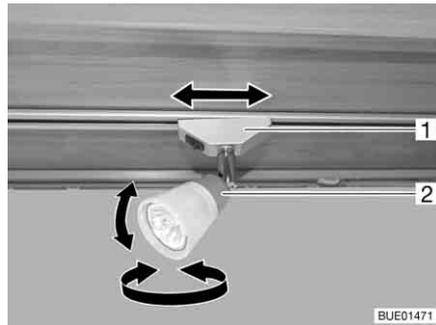
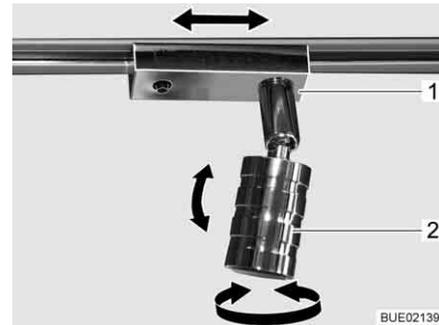

Bild 72 Spotleuchte
Bild 73 Spotleuchte (Alternative)
- Gehäuse (Bild 72,2 bzw. Bild 73,2) fassen und drehen.
- Sockel (Bild 72,1 bzw. Bild 73,1) fassen und um ca. 45° drehen.
- Sockel (Bild 72,1 bzw. Bild 73,1) fassen und um 90° drehen.